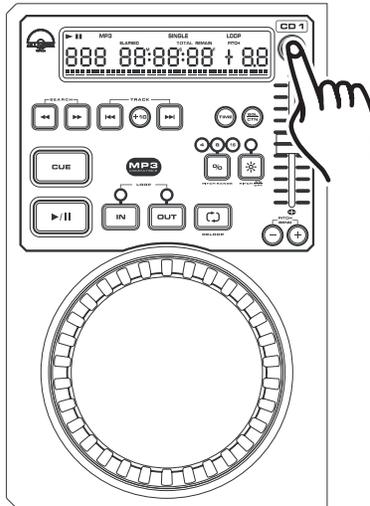

Figura 7
La unidad de Mp3 CK 800 solamente reproduce CD de 3 pulgadas y de 5 pulgadas. Es importante sostener el CD por los bordes al introducirlo en el reproductor. La cara con la etiqueta debe mirar siempre hacia arriba y la superficie brillante hacia abajo. Esta última es la cara desde donde se lee la señal, por lo tanto no debe tocarse directamente. Para retirar el disco de la unidad de reproducción, pulse la tecla EJECT (1) de expulsión (ver Figura 7).
**Figura 7: Recuerde** presionar la tecla EJECT cada vez que desee introducir o retirar un disco. **Siempre** sostenga el CD por los bordes y con la cara de la etiqueta hacia arriba cuando vaya a cargarlo en la unidad de reproducción.